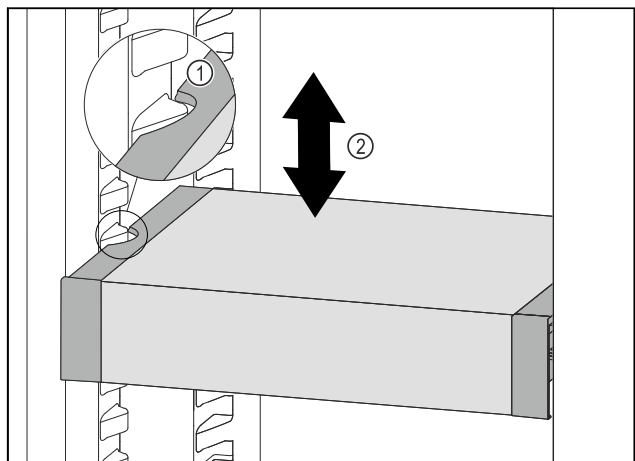

Fig. 56
- Потягнути VarioSafe вперед, поки бокові заглиблення VarioSafe не опиняться на рівні ребра для резервуара в охолоджувальному відділенні. Fig. 56 (1)
- Пересувайте VarioSafe вгору або вниз в охолоджувальному відділенні до тих пір, поки не досягнете бажаної висоти. Fig. 56 (2)